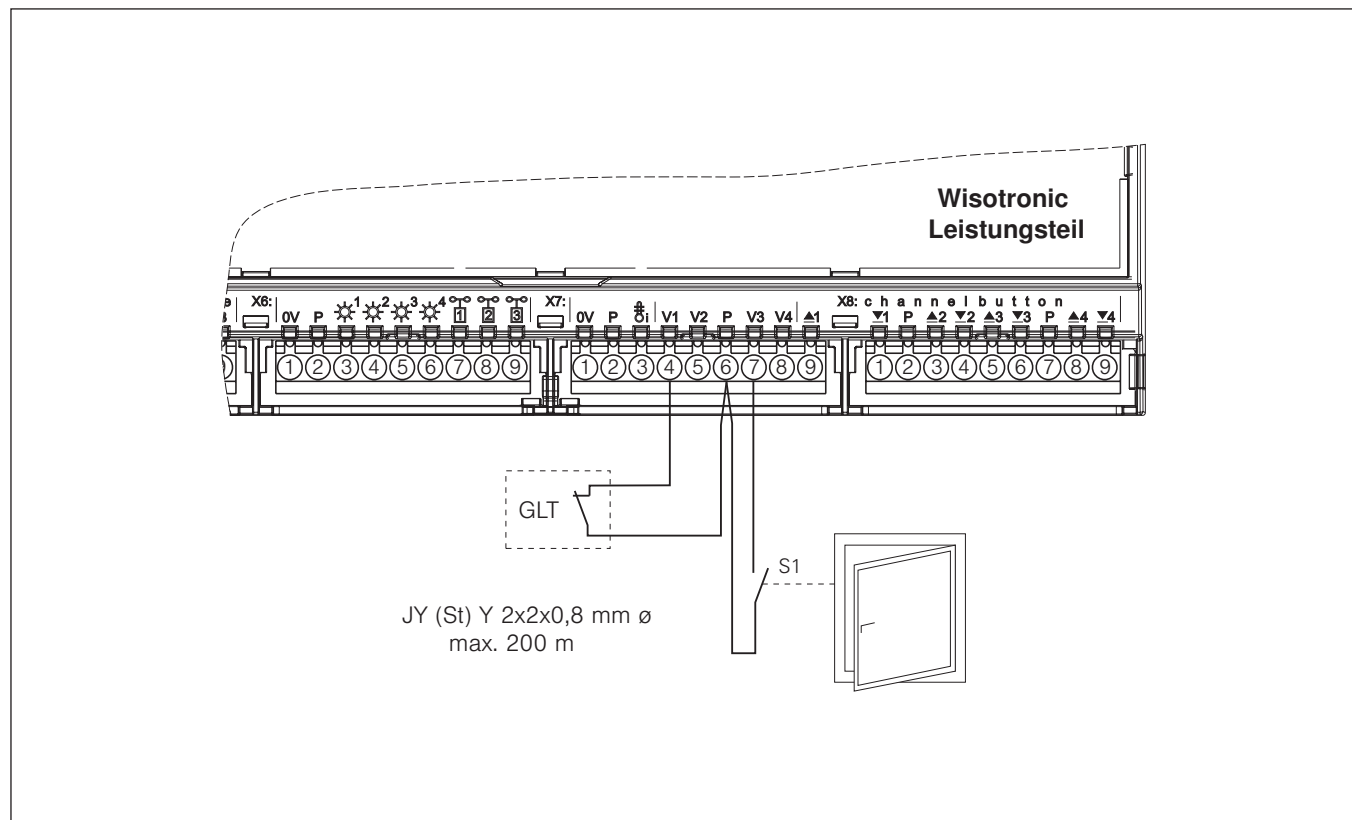

Abb. 24 Anschluss Verriegelungskontakte/Gebäudeleittechnik
6.3.7 Verriegelungskontakte/Gebäudeleittechnik	Abb. 24 auf Seite 44